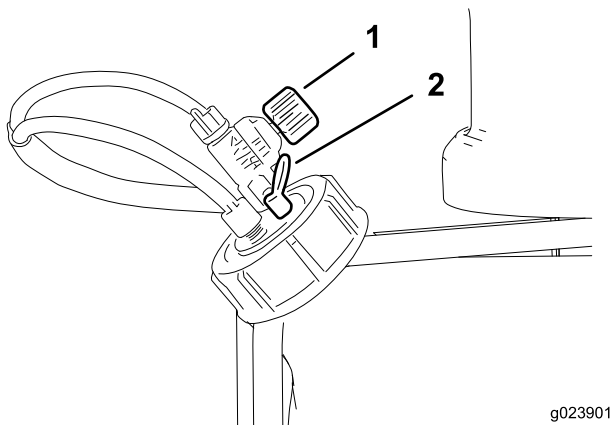

Figura 7
Valvola del regolatore della schiuma: regola la consistenza della soluzione schiumosa. La regolazione della valvola consente di regolare la quantità di soluzione saponata inviata agli ugelli della schiuma. Aumentando il flusso si ottengono erogazioni di schiuma più copiose e frequenti; diminuendo il flusso si ottengono erogazioni di schiuma più esigue e meno frequenti (Figura 7).
Valvola di sfiato della pressione: tirate verso l'esterno la linguetta rossa sul tappo del serbatoio per sfiatare la pressione nel serbatoio (Figura 7).
5. Per l'operazione iniziale, aprite la valvola di regolazione della densità della schiuma da 1/8 a 1/4 di giro (Figura 7).